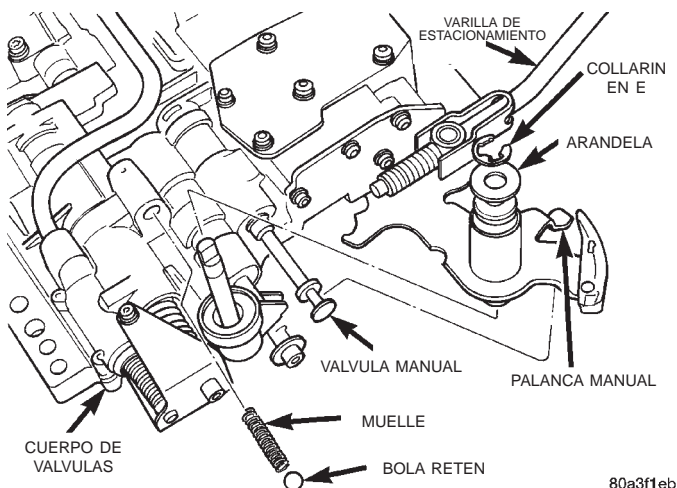

Fig. 46 Palanca manual y manija de admisión
(5) Retire el collarín en E, la arandela y la junta del eje manual (Fig. 46).
(6) Tire del conjunto del eje manual y la varilla de estacionamiento hacia arriba para extraerlo del cuerpo de válvulas y de la manija de admisión (Fig. 46).
(8) Retire la herramienta para retenes 6583. A continuación retire y retenga la bola del detenedor y el muelle (Fig. 46).
(9) Retire la manija de admisión (Fig. 46).